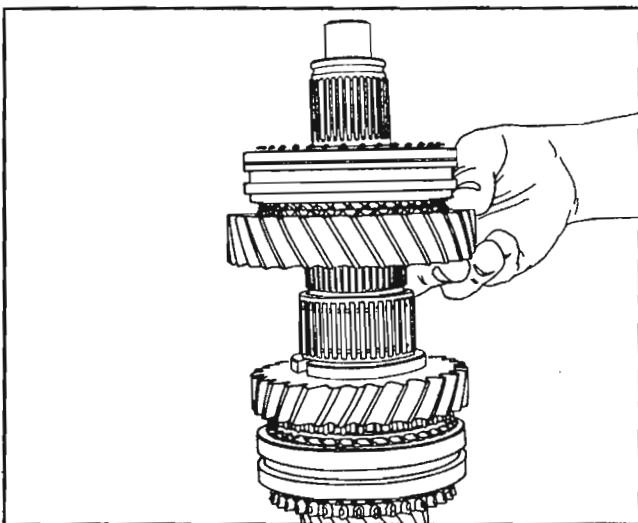

Fig. 36
Saque el conjunto de la 1ª velocidad (35) junto con el desplazable de 1ª/2ª (33) y el piñón de engrane (32). *Fig. 36*